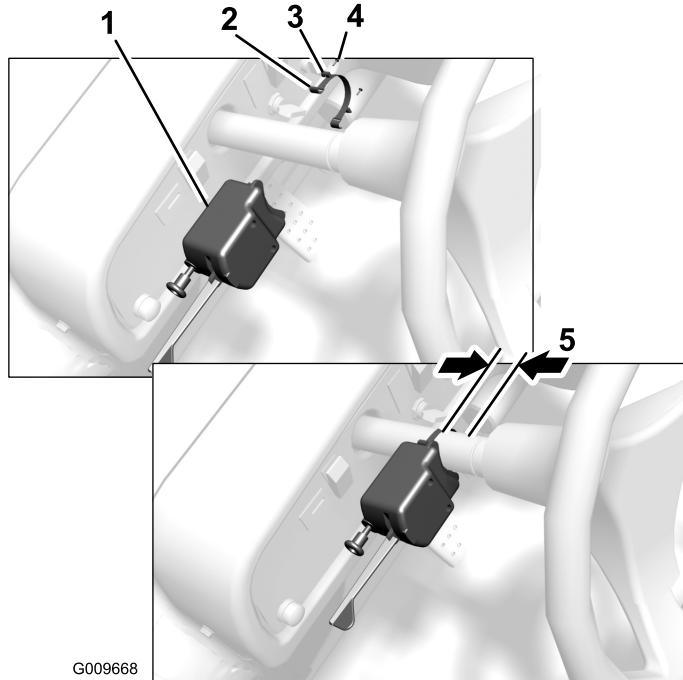

Figura 16
E. Tenete premuto il controller contro il piantone dello sterzo in modo tale che la cinghietta si trovi a circa 6 mm dalla schiuma sintetica presente sul piantone dello sterzo (Figura 16). Piegate la cinghietta attorno al piantone. Inserite l'altra estremità della cinghietta nella seconda clip e piegatela a 25 mm dal suo capo. Chiudete la clip sotto il dispositivo di ancoraggio del controller.